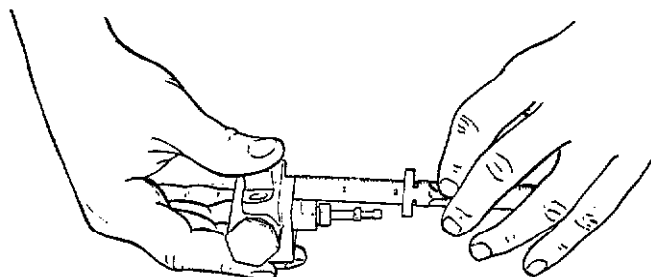

Fig 6
- 7) Ajustar la aguja de manera que exceda 44 mm de la parte trasera del cuerpo. Ver Fig. 6.
- 8) Atornillar el tope de la boquilla (23) moderadamente en la parte trasera del cuerpo. Utilizar la llave plana abierta (53) con un par de 2,8 a 3,9 N.m.